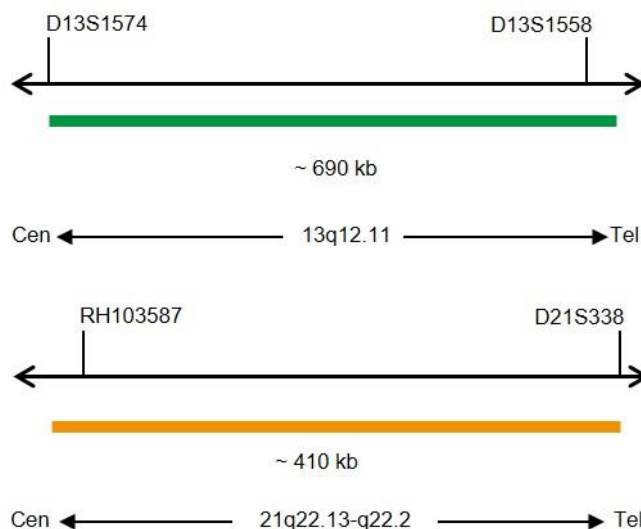

Fig. 1 : En haut : Carte de la sonde SPEC 13q12 ; En bas : Carte de la sonde SPEC 21q22 (pas à l'échelle)
- Polynucléotides marqués au ZyGreen (excitation 503 nm/émission 528 nm) (~10,0 ng/ μ l), qui ciblent une séquence de 13q12.11* (chr13:20,200,365-20,892,494) (voir figure 1).
- Polynucléotides marqués au ZyOrange (excitation 547 nm/émission 572 nm) (~4,5 ng/ μ l), qui ciblent une séquence de 21q22.13-q22.2* (chr21:39,372,983-39,784,773) (voir figure 1).